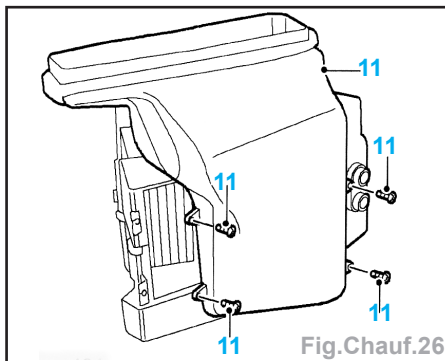

Fig.Chauf.26
- les 4 vis (11) du conduit d'air et déposer le conduit (Fig.Chauf.26),